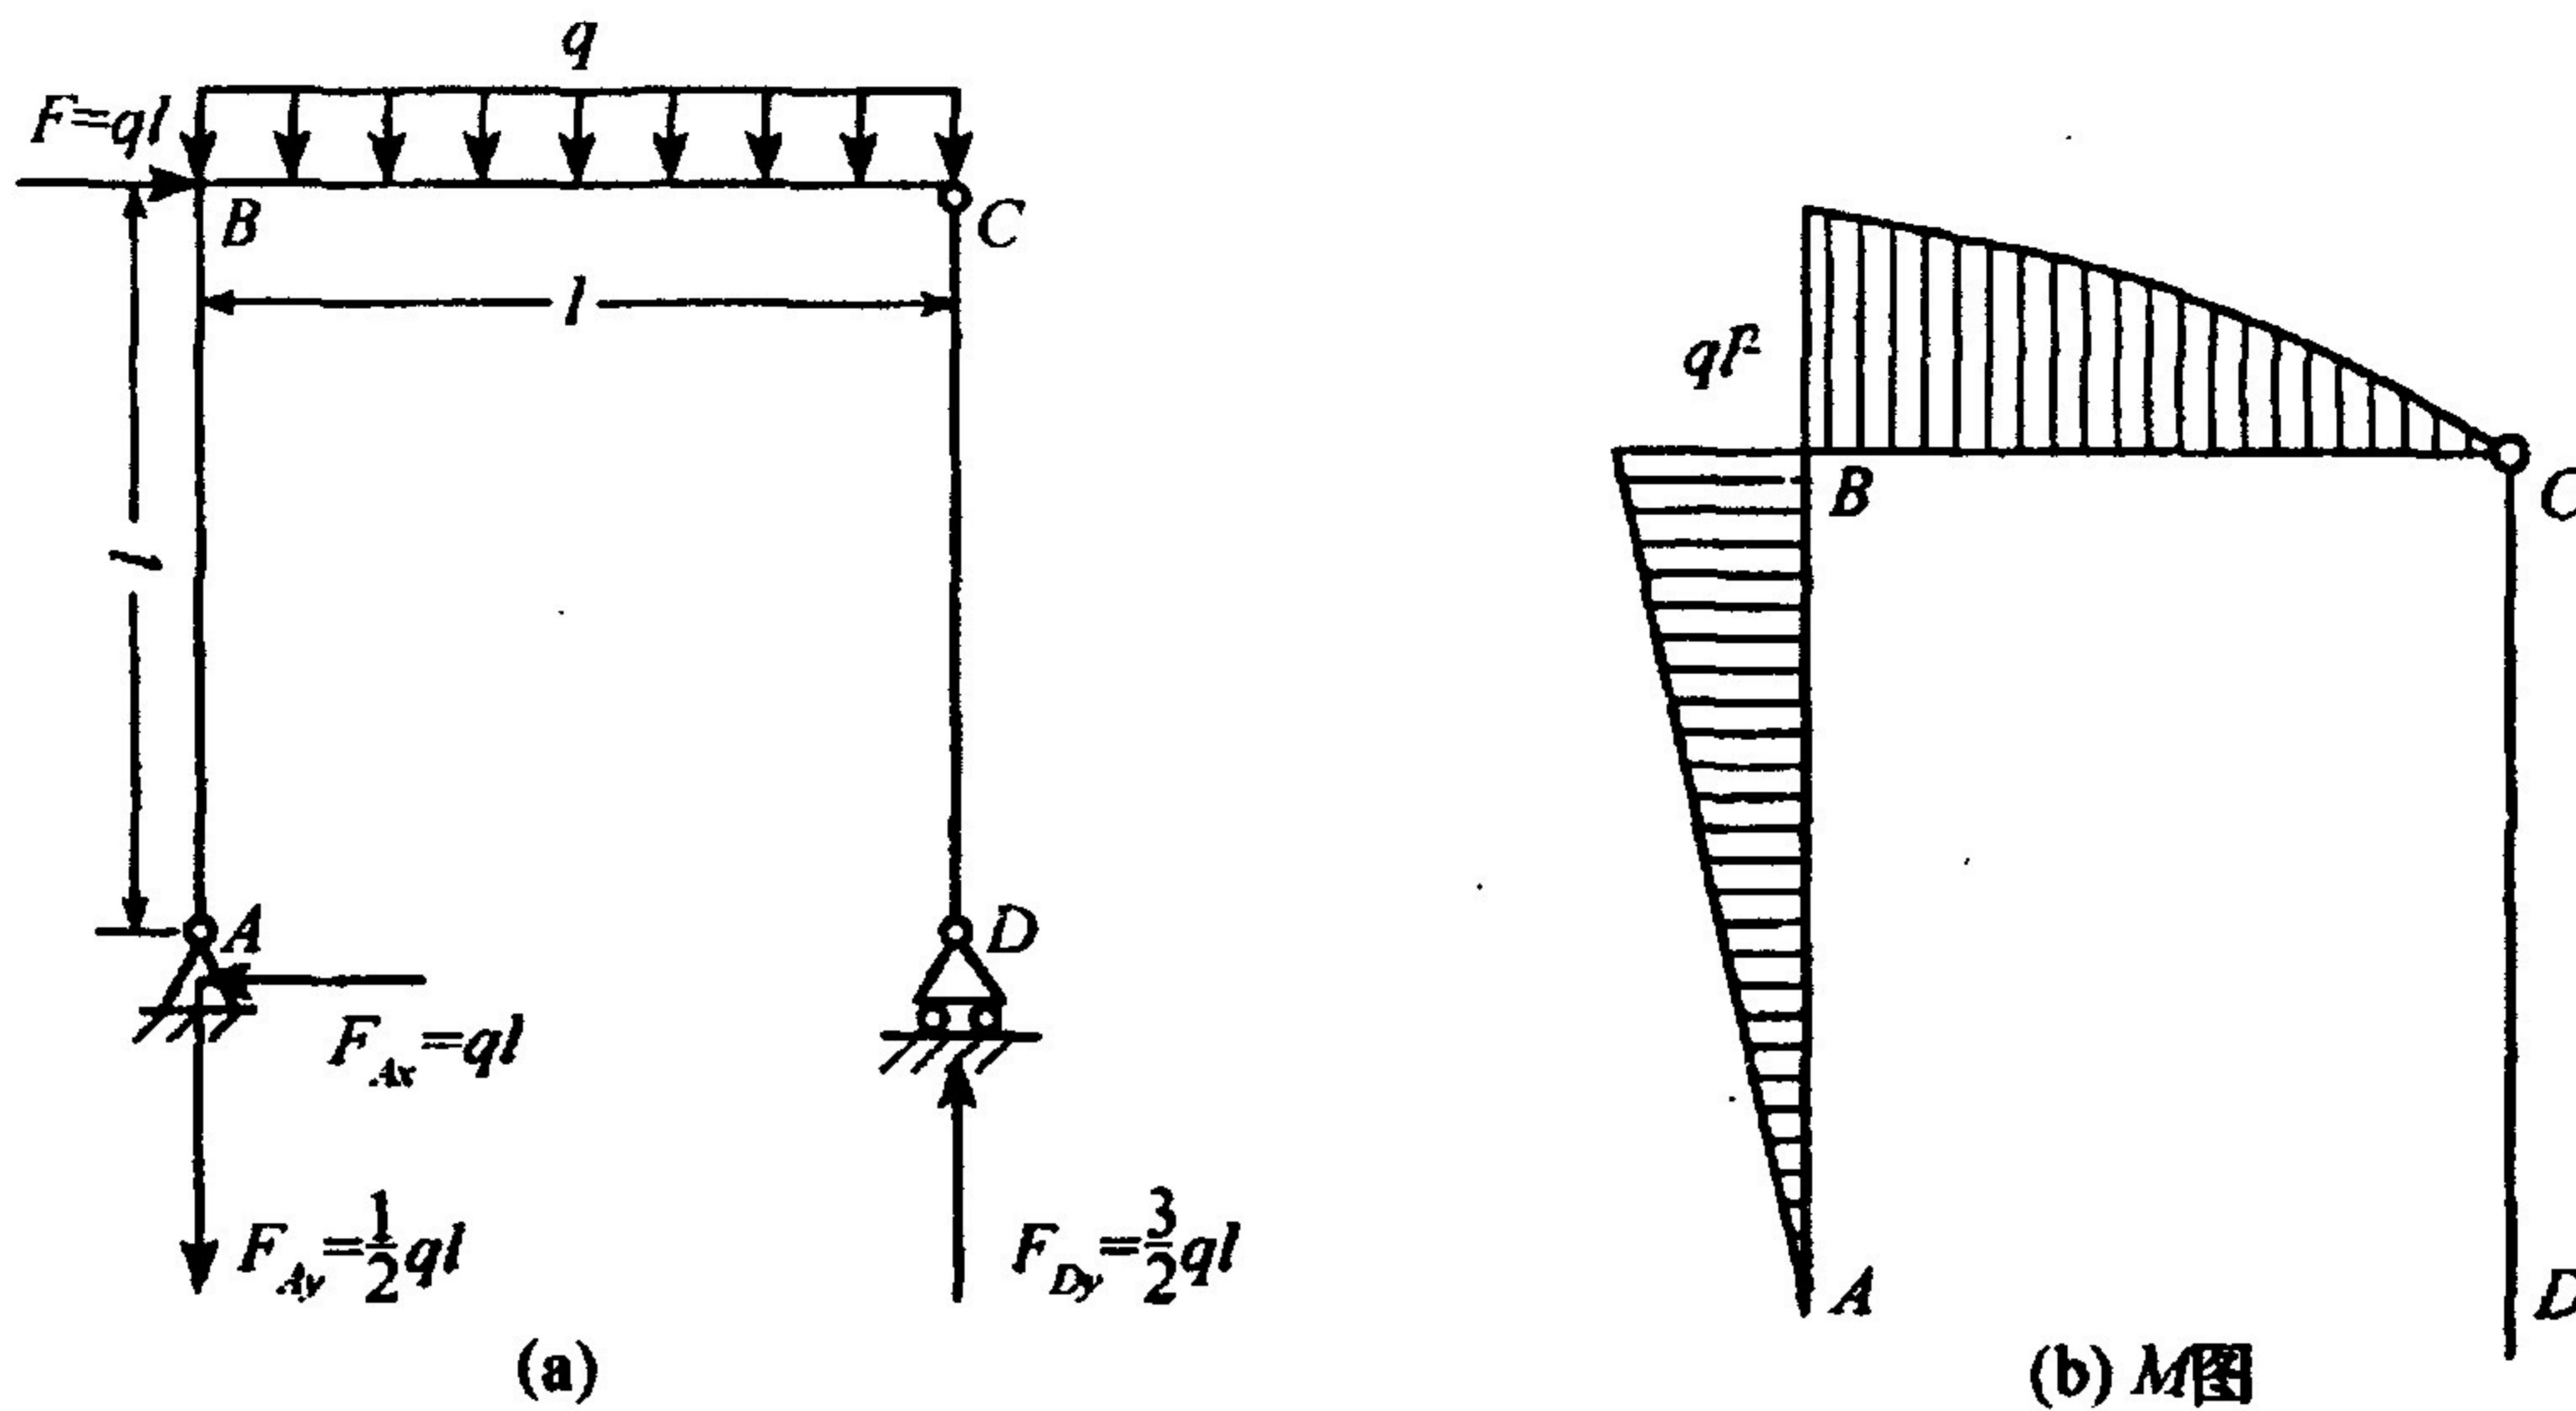

图 1.5
1.5 图 1.5 所示结构，AB、BC、CD 各段均为直径 $d = 20 \text{ mm}$ 的圆杆， $l = 30d$ 。材料的许用应力 $[\sigma] = 150 \text{ MPa}$ ，弹性模量 $E = 12[\sigma]$ 。与比例极限对应的柔度 $\lambda_p = 100$ ，规定稳定安全因数 $n_{st} = 4$ 。试确定载荷 q 的允许值 $[q]$ 。（15 分）
(1) 求各部分内力。设 CD 二力杆的轴力为 $F_{NCD} = F_{Dy}$, 由平衡方程 $\sum M_A = 0$, 即 $F_{NCD}l = \frac{1}{2}ql^2 + Fl = \frac{3}{2}ql^2$ 解得 $F_{NCD} = \frac{3}{2}ql$ 。 $\sum F_y = 0$, 得 $F_{Ay} = \frac{1}{2}ql$, $\sum F_x = 0$, $F_{Ax} = F = ql$ 。作结构弯矩图如图 1.5(b) 所示, AB 杆受轴向压力 $F_{NAB} = F_{Ay} = \frac{1}{2}ql$, CD 杆受轴向压力 $F_{NCD} = F_{Dy} = \frac{3}{2}ql$ 。
(2) 弯曲强度估计 $[q]$ 。刚架中最大弯矩在 B 节点处, $M_{max} = ql^2$, 依照弯曲强度条件